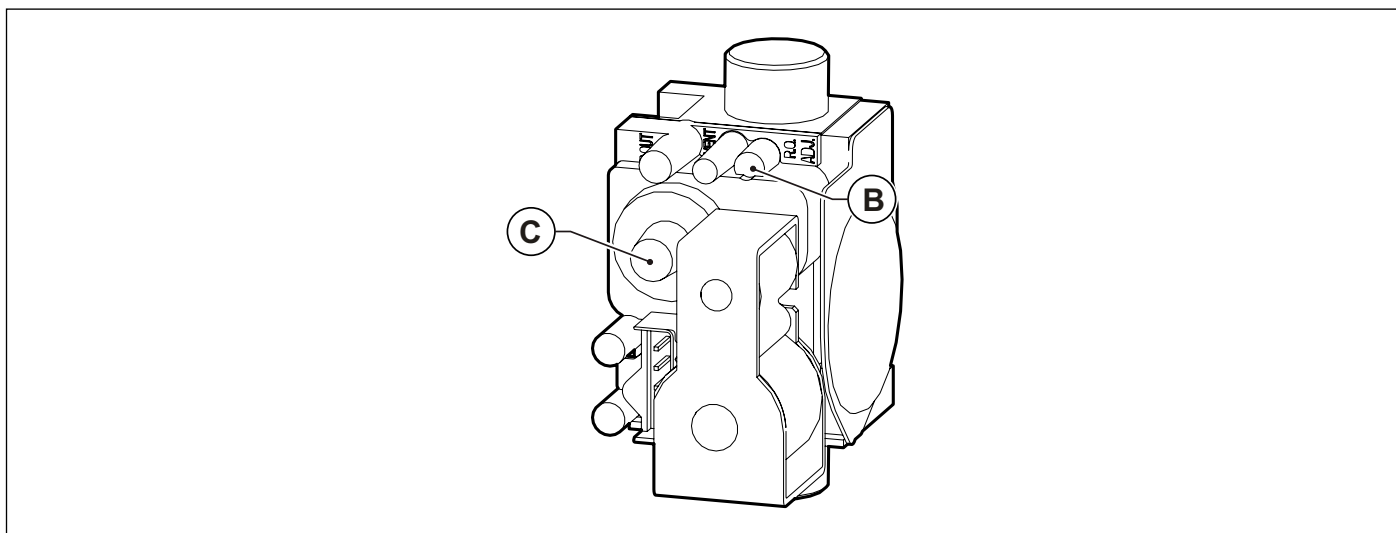

Рис. 25 Регулювання концентрації вуглекислого газу
- Відрегулюйте рівень вмісту вуглекислого газу (CO₂) в димових газах за допомогою відповідного регулятора **B** (дивись Рис. 25 Регулювання концентрації вуглекислого газу) та переконайтеся, що його значення знаходиться у межах, вказаних в Таб. 13 Вміст CO₂ в димових газах. Не виключаючи режим "сажотрус", перейдіть до наступного етапу - регулюванню на мінімальній потужності.
- Відрегулюйте рівень вмісту вуглекислого газу (CO₂) в димових газах, обертаючи гвинт «offset» **C** (дивись Рис. 25 Регулювання концентрації вуглекислого газу) та переконайтеся, що його значення знаходиться у межах, вказаних в Таб. 13 Вміст CO₂ в димових газах.